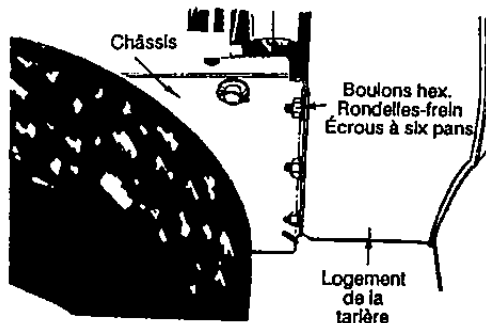

FIGURE 21
Deux boulons de cisaillement et deux contre-écrous à six pans maintiennent les tarières sur l'arbre hélicoïdal. Voir la figure 21. Les boulons sont sensés se cisailer si la souffeuse heurte un objet ou un bloc de glace. Toutefois, le passage d'un objet entre les tarières/turbines et le logement peut endommager la souffeuse sans abîmer les boulons de cisaillement. Ne vous approchez pas d'obstacles pouvant être aspirés.
2. Enlevez les six rondelles-frein et les six écrous à six pans qui maintiennent le logement de la tarière sur le châssis. Voir la figure 21.